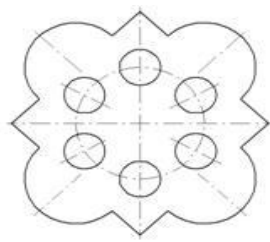

Рис. 3
8. Построить окружность радиусом 30 мм осевой линией (рис.3), разделить ее на шесть частей. Из полученных точек как из центров построить шесть окружностей R5.